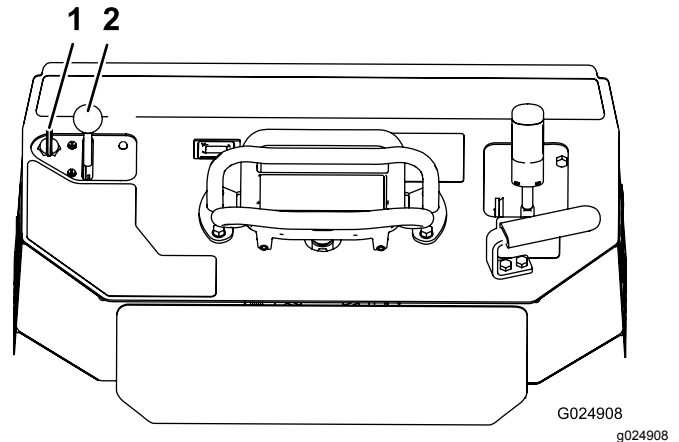

Figura 18
1. Mova a alavanca do acelerador para o meio entre a posição LENTO e a posição RÁPIDO (Figura 18).
2. Rode a chave para a posição LIGAR (Figura 18). Quando o motor arrancar solte a chave.
3. Desloque a alavanca do acelerador para a posição pretendida (Figura 18).
2. Desloque a alavanca do acelerador para a posição LENTO (Figura 18).